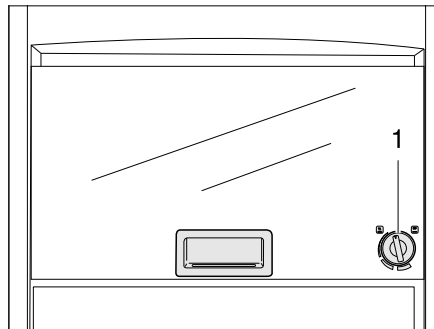

Fig. 331 Four à gaz (Dometic)
- Appuyer légèrement sur le bouton tournant (Fig. 331,1) et le tourner vers la gauche sur la position souhaitée.
- Tourner le bouton tournant (Fig. 331,1) sur "O". La flamme s'éteint.